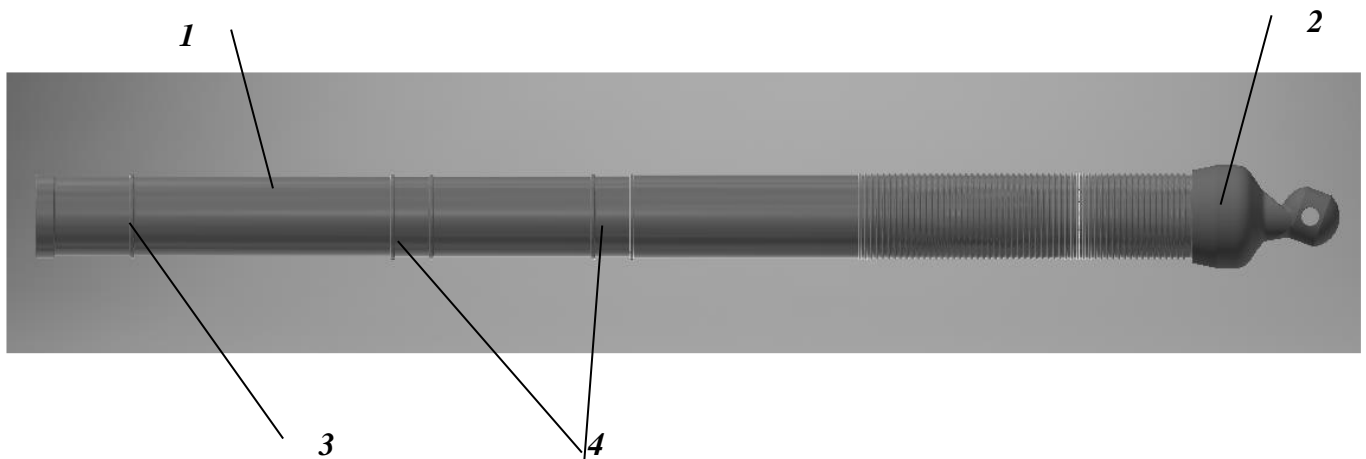

Рис. 1.2. Ствол А631J.M01.304139.001.001
1.4.1 Ствол (рис. 1.2) – основна частина міномета, призначена для створення балістичного тиску порохових газів в замінному просторі, завдання напрямку руху та початкової швидкості міни. Ствол складається з труби 1 і казенника 2.